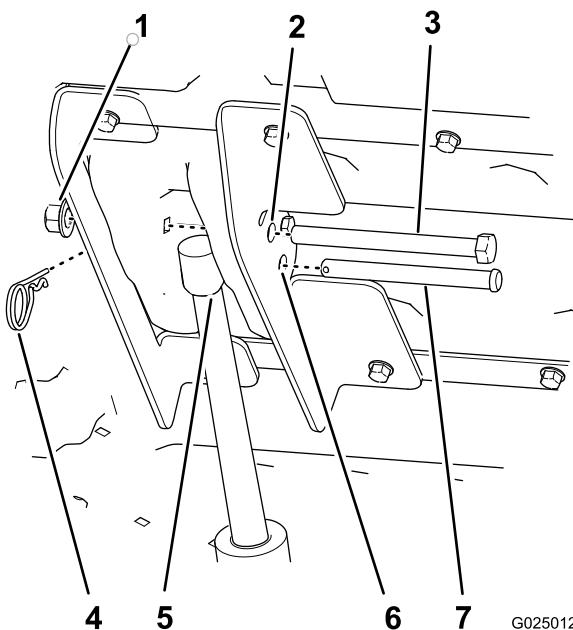

Figura 24
- Fissate l'asta dell'attuatore di sollevamento alle staffe di sollevamento con il perno con testa (3-1/2 poll.) e la coppiglia (Figura 24).
10. Allineate il bullone a testa esagonale (1/2 x 5-1/2 poll.) con gli altri fori da 12,7 mm nella staffa di sollevamento interna ed esterna Figura 24 e fissatelo con un dado (1/2 poll.) in modo che il dado flangiato sia bene inserito.